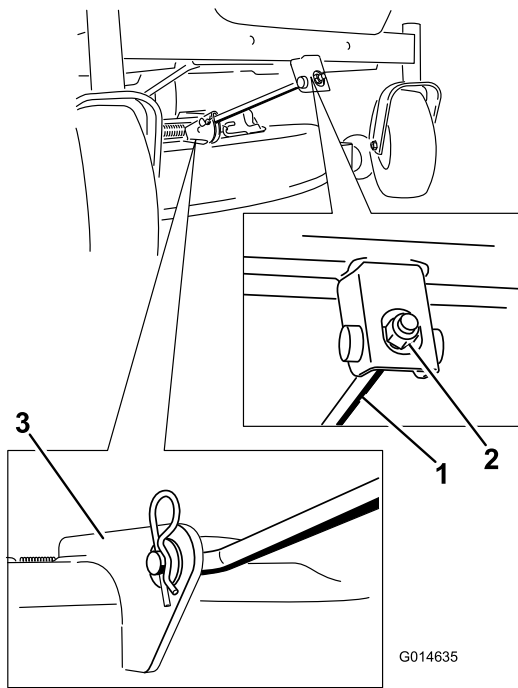

Figura 55
4. Remova o contrapino do gancho da barra de suporte da frente e remova a barra do suporte da plataforma (Figura 55). Baixe cuidadosamente a parte da frente da plataforma do cortador para o solo.
- Coloque a barra de suporte frontal na plataforma do cortador com o pino de segurança e contrapino do gancho (Figura 55).